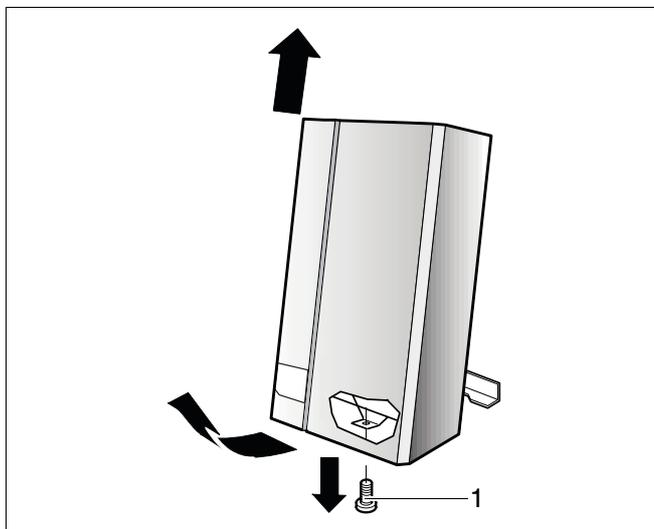

Fig. 5 Togliere il rivestimento
- Allentare la vite di fissaggio (fig. 5, pos. 1).